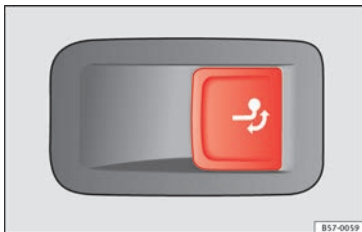

Abb. 235 Auf der rechten Seite im Gepäckraum: Taste zur Entriegelung des Kugelkopfes.
- Ziehen Sie kurz an der Taste »» **Abb. 235**. Der Kugelkopf wird automatisch entriegelt und dreht selbsttätig heraus. Die Kontrollleuchte der Taste blinkt »» **Abb. 235**.
- Ziehen Sie kurz an der Taste »» **Abb. 235**. Der Kugelkopf wird elektrisch entriegelt.
- Drehen Sie den Kugelkopf unter den Stoßfänger bis er hör- und fühlbar einrastet und die Kontrollleuchte der Taste »» **Abb. 235** dauerhaft leuchtet.
- Wenn die Kontrollleuchte der Taste »» **Abb. 235 blinkt**, ist der Kugelkopf noch nicht vollständig eingerastet oder beschädigt »» ⚠.
- Drücken Sie keinesfalls die Taste »» Abb. 235, wenn ein Anhänger oder ein Gepäckträger oder anderes Zubehör auf dem Kugelkopf eingehängt ist.